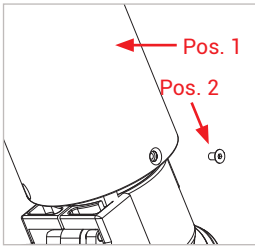

Abbildung 6
- ▶ Schrauben Sie die drei Senkschrauben (Pos. 2) mit einem Sechskant-Schraubendreher SW2 aus der Stoßschutzhülse (Pos. 1) heraus (Abbildung 6).